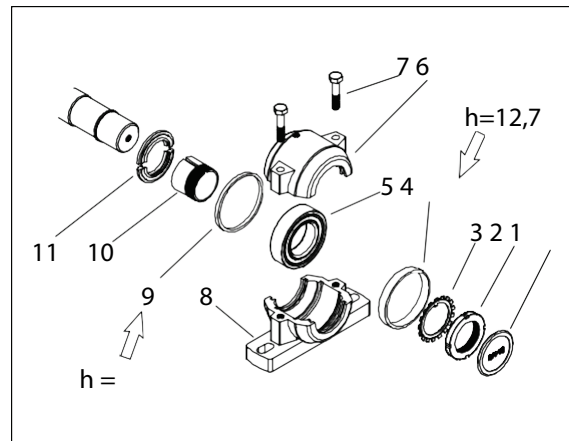

Abb. 7a: Lager, Zuführungsseite
2. Entfernen Sie die Befestigungsschrauben M10 (7) und die oberen Lagergehäuse (6).
5. Biegen Sie die Klaue des Sicherungsrings (3) aus der Kerbe der Achsmutter heraus und öffnen Sie die Achsmutter.
6. Entfernen Sie die Achsmutter, den Sicherungsring, den Distanzring (4), das Lager (5), den Distanzring (9) und den Spannkonus (10).
7. Montieren Sie den Spannkonus, den Distanzring (9) und das Lager auf der Scheibenwelle. Beachten Sie die Dicke des Distanzrings (9) – siehe Abb. 7a.
11. Biegen Sie eine Klaue des Sicherungsrings (3) in eine Kerbe der Achsmutter.
12. Montieren Sie die andere Hälfte der Staubschutzabdeckung und der Abschlussplatte auf dem Lagergehäuse. Montieren Sie den Distanzring (4) auf der Welle.
1. Öffnen Sie das obere Lagergehäuse – siehe Montagezeichnung des Lagergehäuses (Abb. 7a). Entfernen Sie das alte Schmierfett so vorsichtig wie möglich und ersetzen Sie es durch neues Schmierfett. Füllen Sie das Lagergehäuse nicht mit Schmierfett.